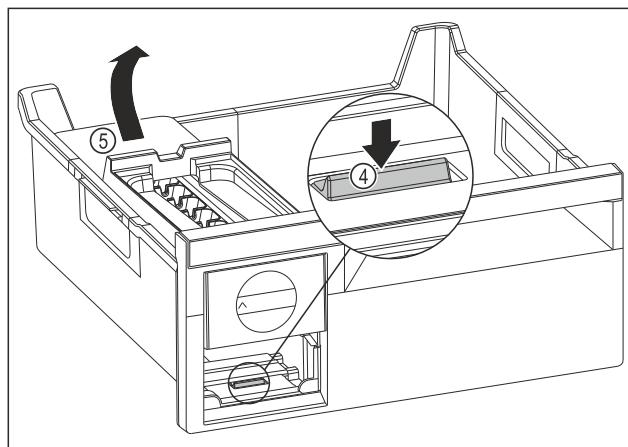

Fig. 171
- EasyTwist-Ice-Körper entnehmen: Lasche Fig. 171 (4) mit Finger nach unten drücken und gleichzeitig mit der anderen Hand den EasyTwist-Ice-Körper Fig. 171 (5) von hinten anheben.